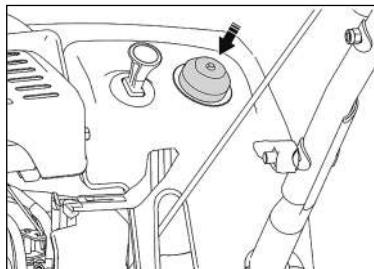

Рис. 11
- Нажмите 3 раза на кнопку праймера (рис. 11).
12. При низкой температуре окружающего воздуха (ниже -10°C) перед каждой попыткой запуска может понадобиться 1-2 дополнительных нажатия на кнопку насоса подкачки топлива (праймер, рис. 11). Не следует слишком активно использовать праймер во избежание залива свечи зажигания топливом.